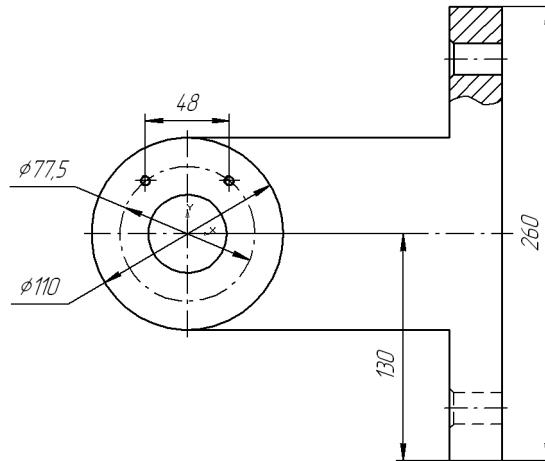

Рис. 51.42.
**Задание.** Проставьте на чертеже размеры, как показано на рис. 51.42.